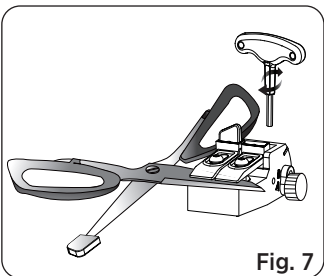

Fig. 7
3. Inserte la hoja de la tijera en las pinzas y ajústela firmemente. Asegúrese de que el filo de corte esté alineado con el bloque de soporte inferior o lo sobresalga ligeramente. Ajuste las pinzas superiores para adaptarse a tijeras con diferentes anchos de hoja (Ver Fig. 7).